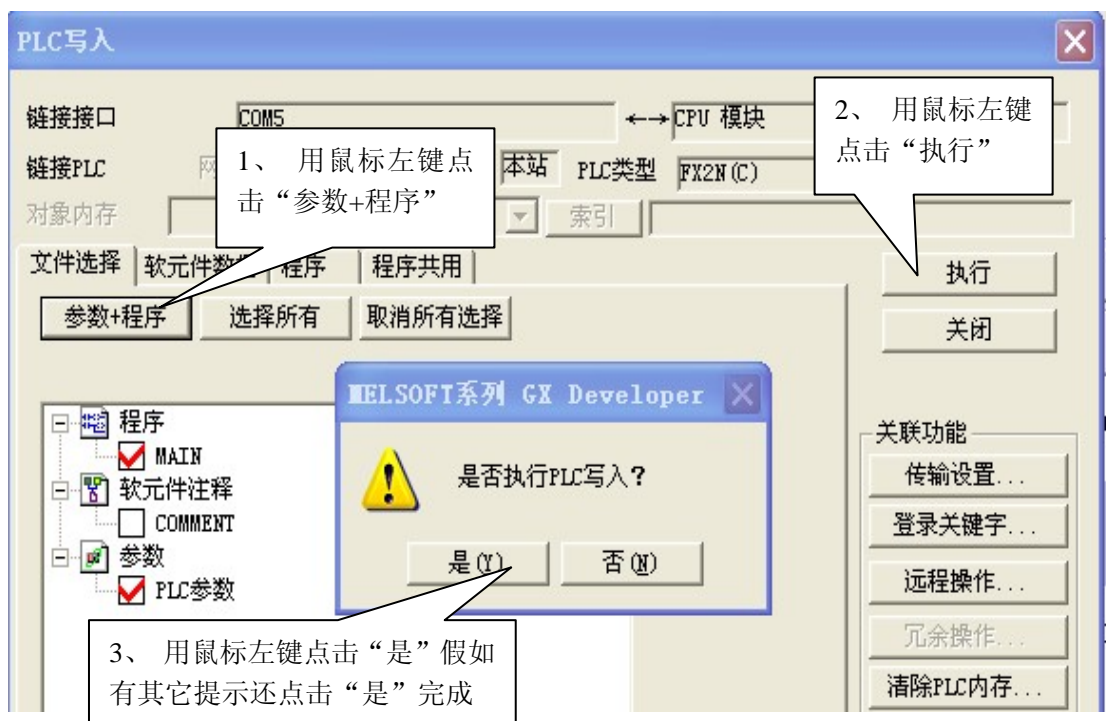

图 4-27 将计算机已编译程序写入 PLC
将已打开工程文件或已编译好的工程文件如图用鼠标左键点击“在线”弹出图 4-26 子菜单再用鼠标左键点击“PLC 写入 (W) ..”进入下图 4-27。